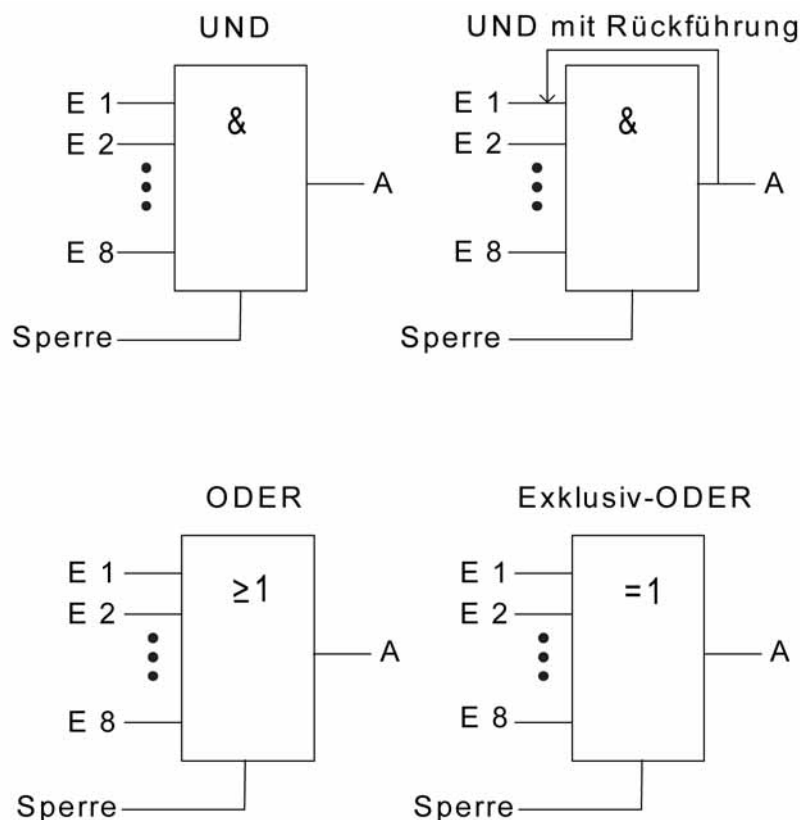

Bild 28: Verknüpfungsfunktionen
Ein Logikgatter besteht aus bis zu acht 1 Bit Eingangsobjekten (E1...E8), die durch Rechtsmausklick hinzugefügt werden können, einem 1 Bit Ausgangsobjekt (A) und einem optionalen Sperrobject. Für jedes Logikgatter kann durch den Parameter "Art der Verknüpfung" eine der logischen Funktionen UND, ODER, Exklusiv-ODER oder UND mit Rückführung ausgewählt werden, die anschließend auch in der Baumstruktur dargestellt wird (siehe Bild 28). Jeder Eingang und der Ausgang kann zusätzlich normal oder invertiert ausgewertet werden.